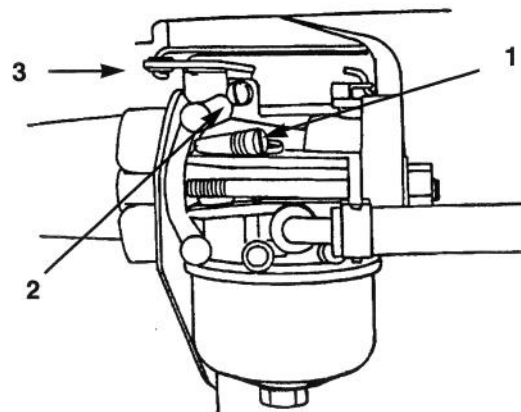

Figure 26
- A. Tourner doucement la vis de richesse du ralenti (Fig. 26) dans le sens horaire jusqu'à ce qu'elle soit presque serrée. Ne pas la forcer (trop serrer) au risque d'endommager le carburateur.
- B. Dévisser la vis de richesse (Fig. 26) d'un tour dans le sens anti-horaire. Ce réglage permet de démarrer le moteur.
- A. Maintenir le bras d'accélérateur du carburateur contre la vis de régime du ralenti (Fig. 26). Régler la vis de régime de telle sorte que le moteur tourne à 1750 tr/mn. Contrôler le régime à l'aide d'un tachymètre.
- B. Tout en maintenant le bras d'accélérateur contre la vis de régime, visser doucement la vis de richesse (Fig. 26) dans le sens horaire jusqu'à ce que le moteur commence à tourner moins régulièrement (mélange riche).
- C. Ajuster ensuite la vis de richesse (Fig. 26) entre mélange pauvre et mélange riche jusqu'à ce que le moteur tourne régulièrement.